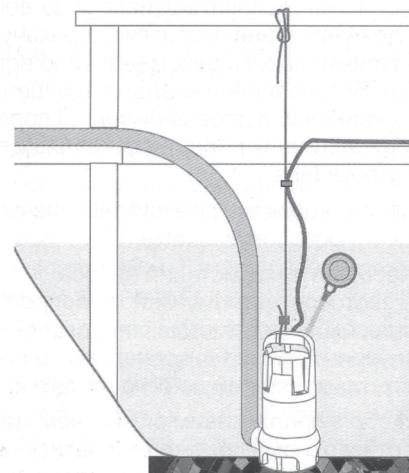

Рис. 1. Схема дренажной системы.
- Насос должен устанавливаться так, чтобы всасывающий сетчатый фильтр не забивался частично или полностью осадком, грязью и т.п. Добиться этого можно путем установки насоса на кирпич, металлическую плиту или аналогичную подставку (рис. 1).